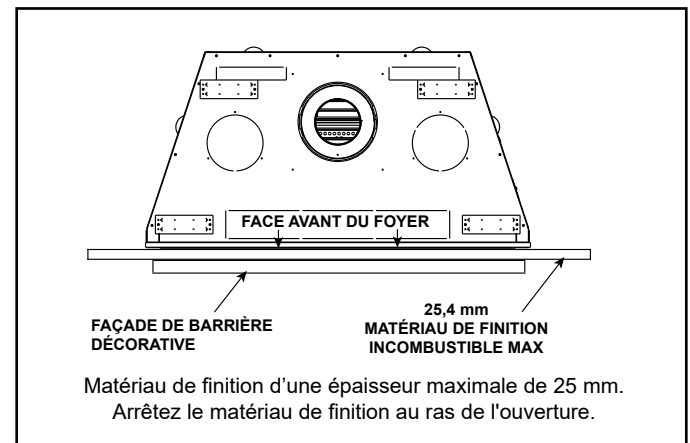

Figure 10.13 Façade décorative à ajustement superposé
- Ajustement superposé comme indiqué dans la figure 10.13. La façade décorative est installée sur le matériau de finition.